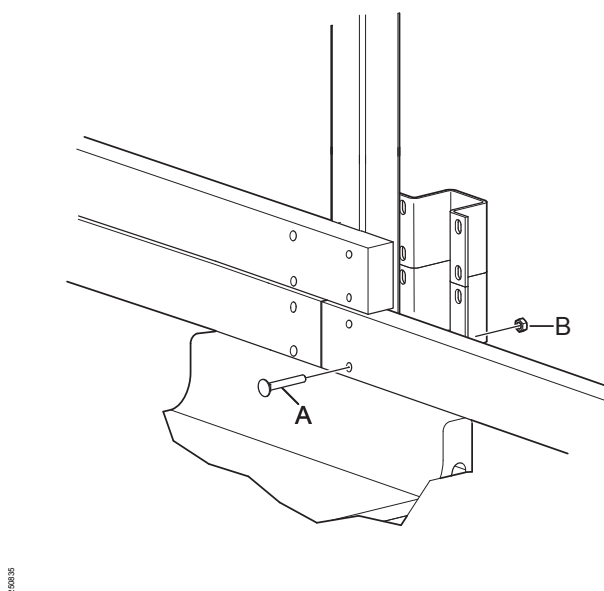

Fig. 16: Montere treplanke
2. Installer bjelken under fôrfronten med bjelkefestene, ved behov. Se Fig. 16.